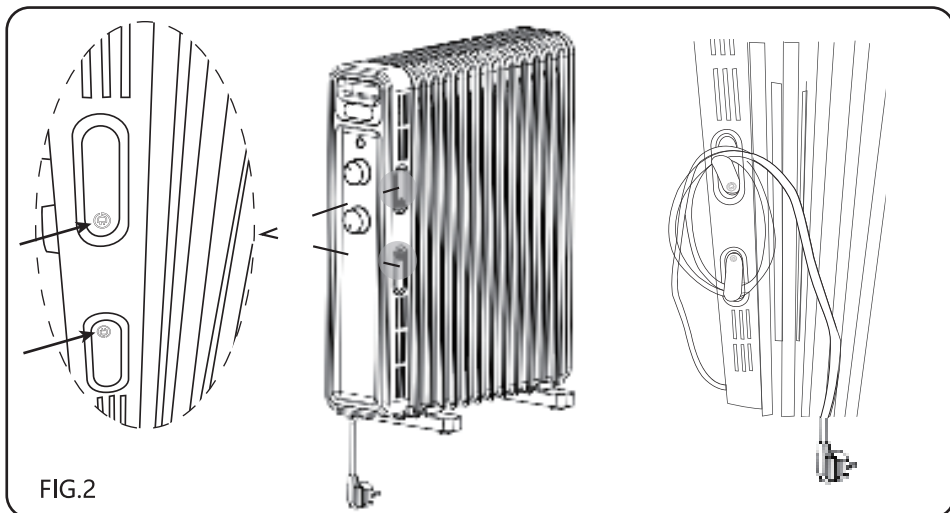

FIG.2
4. Gebruik het snoeropwikkelapparaat om het snoer na gebruik op te bergen.(FIG.2)